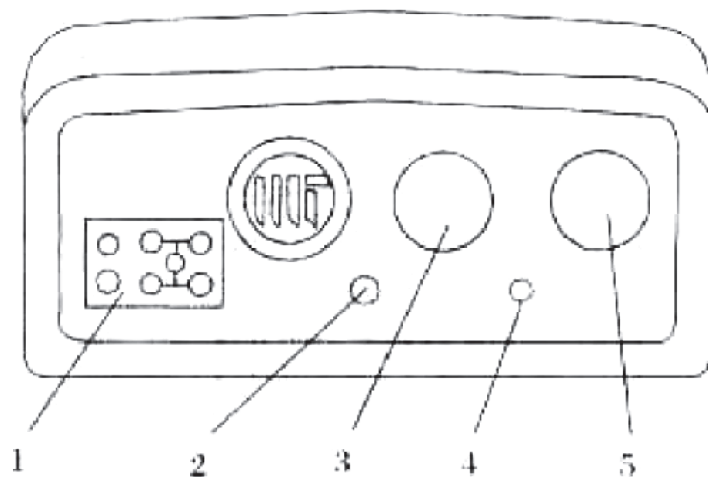

Рис. 2.2. Панель приборов и освещения.
2.2.1. Показания давления масла (рис. 2.2., 2.3.)
2.2.2. Датчик температуры воды (рис. 2.2., 2.3.)
2.2.4. Выключатель освещения (рис. 2.2., 2.3.).
2.2.5. Переключатель сигналов поворота (рис. 2.2., 2.3.)